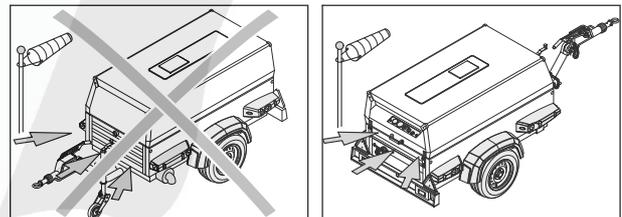

Fig. 3.4 Partie arrière du compresseur orientée vers le vent
Enclenchez le frein de ationnement en tirant le levier du frein (3) vers le haut. Mettez le compresseur à niveau dans la mesure du possible; pourtant, l'opération temporaire est possible si le compresseur n'est pas au niveau ne dépassant pas les 15°. Si le compresseur est stationné sur un sol incliné, immobilisez-le en plaçant des cales (disponibles en option) devant ou derrière les roues. Placez la partie arrière du compresseur orientée vers le vent, (voir Fig. 3.4), détournée de courants d'air contaminés et de parois. Evitez la recirculation d'air d'échappement du moteur. Cela provoque la surchauffe et la baisse de puissance du moteur.